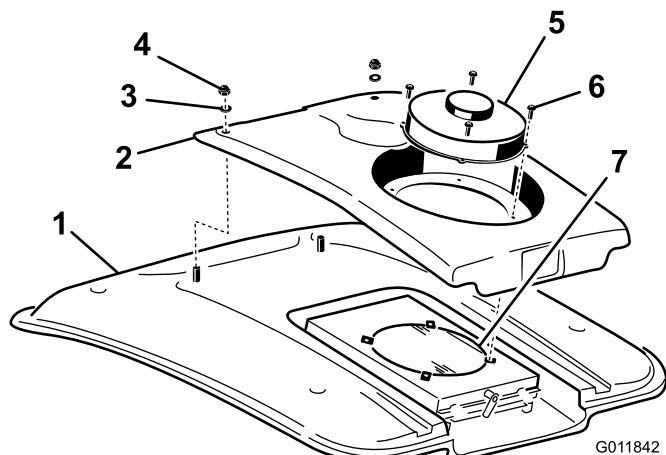

Рисунок 73
2. Снимите 4 винта, которые крепят вентилятор и крышку конденсатора к опоре вентилятора (Рисунок 73).
4. Снимите две гайки и шайбы, которые крепят переднюю сторону крышки конденсатора к крыше кабины (Рисунок 73).
8. Тщательно очистите сетку конденсатора кондиционера сжатым воздухом (Рисунок 73).